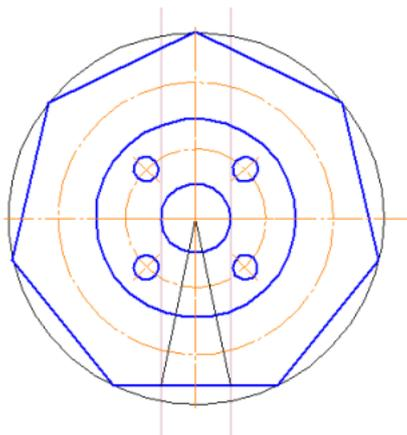

Рис. 11. Вписание в окружность равностороннего семиугольника
4. С помощью команды массив выполняем построение четырёх окружностей. Впишем в окружность диаметром 150 мм равносторонний семиугольник (рис. 11). Для этого в панели *Геометрия* выбираем команду– *Прямоугольник*. Нажимаем на вкладку, она разворачивается, выбираем из предложенных команд – *Многоугольник*. На панели свойств задаем следующие параметры: количество вершин – 7; по описанной окружности; диаметр – 150. Щелкнув по центру окружности, разворачиваем многоугольник в заданном положении.